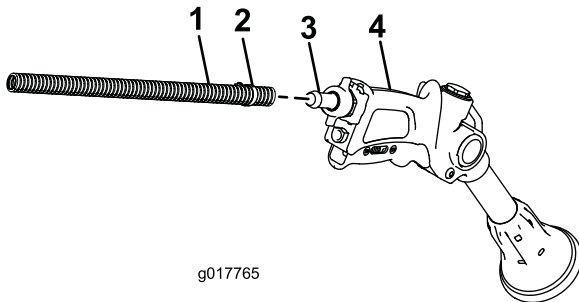

図 20
2. ホース（長）のもう一端をスプレーガンのフィッティングにつなぐ（図 20）。